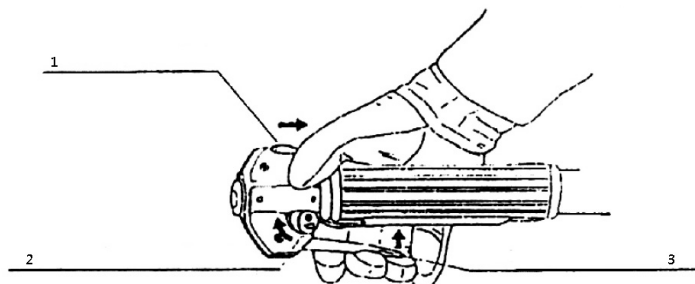

Рис. 7
- Переместите переключатель ВКЛ / ВЫКЛ из положения СТОП. Двигатель не запустится, если переключатель ВКЛ / ВЫКЛ находится в положении СТОП (рис. 7)
- Нажмите на спусковой рычаг и переместите рычаг среднего ускорения в направлении стрелки (рис. 7)
- Ослабьте спусковой рычаг; это зафиксирует положение рычага среднего ускорения. Теперь можно запустить двигатель (рис. 7)